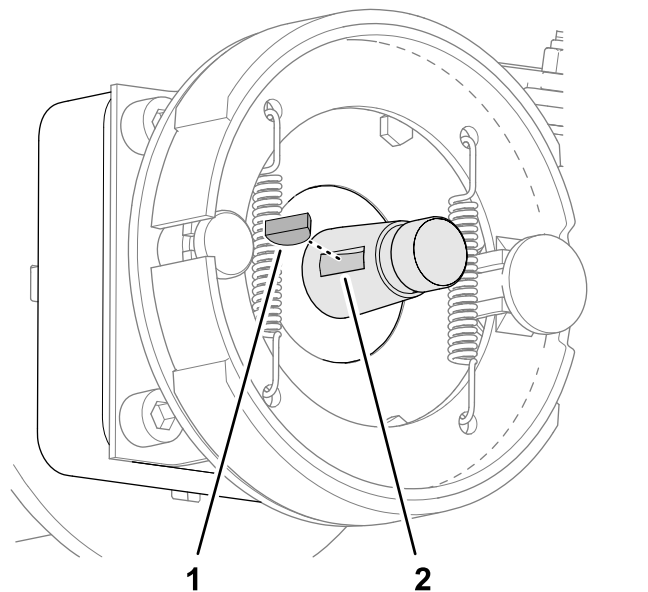

Figure 79
5. Retirez la clavette demi-lune de l'arbre du moteur de roue (Figure 79).